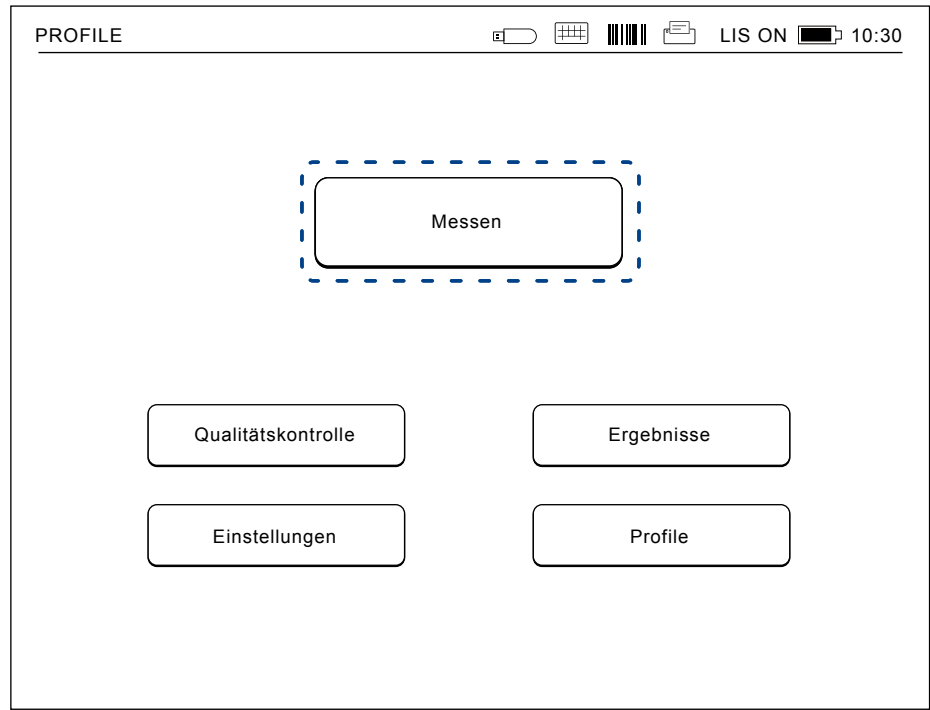

Bild 19
Das Gerät kann je nach Bedarf in verschiedenen Messmodi verwendet werden. Der Basismessmodus nutzt das einfachste Messprotokoll und ist voreingestellt, sofern die Einstellungen bei Inbetriebnahme des Geräts nicht geändert wurden (siehe **Bild 19**).
1. Wählen Sie *Messen* im Hauptmenü, und folgen Sie den Anweisungen auf dem Display (**Bild 19**).